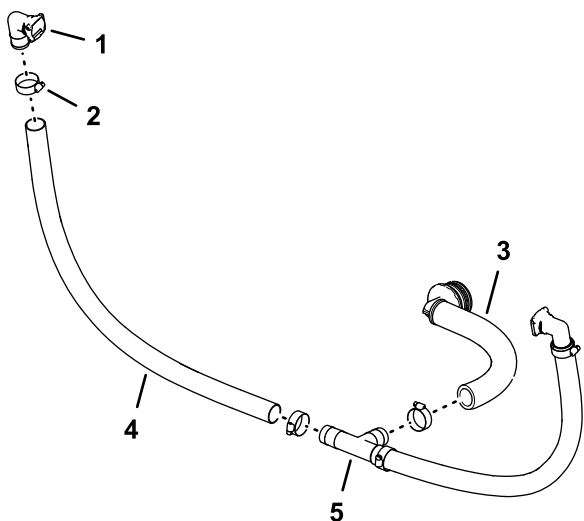

Рисунок 92
1. Установите прямоугольный штуцер быстрого соединения (гнездо – 1 дюйм) в шланг (1 x 26 дюймов) и закрепите шланг на штуцере шланговым хомутом, как показано на Рисунок 92.
2. Наденьте свободный конец шланга на тройник, как показано на Рисунок 92, и закрепите шланг на тройнике шланговым хомутом.
4. Установите прямоугольный штуцер типа «елочка» в сборе со шлангом на тройник и закрепите шланг на тройнике с помощью шлангового хомута (Рисунок 92).